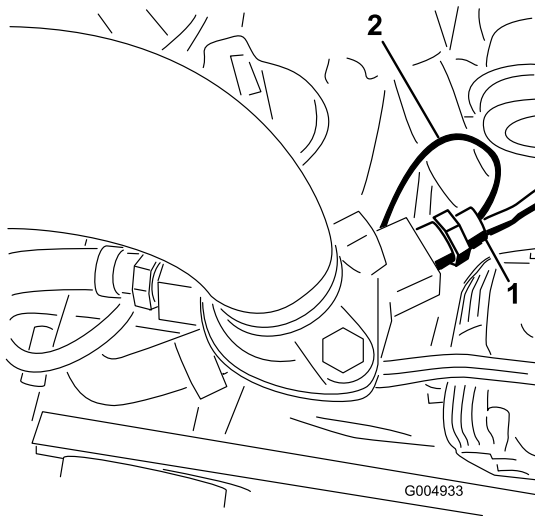

Figura 18
- Instale el nuevo interruptor de doble contacto en el lado derecho del alojamiento del termostato del motor (Figura 18).